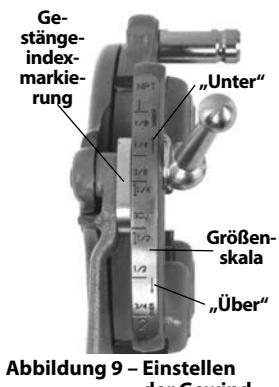

Abbildung 9 – Einstellen der Gewindegröße
3. Beginnen Sie mit der Gestängeindexmarkierung, die an der gewünschten Größenmarkierung auf der Größenskala ausgerichtet ist. Bei Mono- und Bolt-Schneidköpfen richten Sie die Gestängemarkierung am Strich in der Größenskala aus. Für Bolzengewinde mit Universal-Schneidkopf stellen Sie alle Bolzenschneidbacken auf die Linie BOLT auf der Größenskala ein (Abbildung 9).